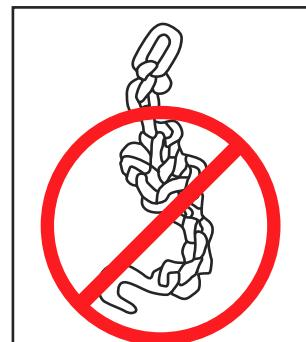

Figure 10
- Les élingues ne doivent pas être raccourcies par des nœuds, des boulons ou des dispositifs improvisés. (Voir Figure 10)